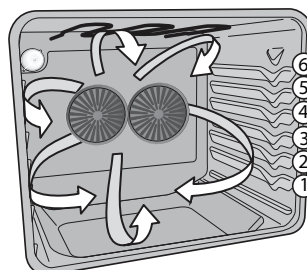

Figure 15 : Positions des grilles
- Pour obtenir des résultats optimaux lorsque vous utilisez deux grilles pour la cuisson de gâteaux, placez la grille plate en position 5 et la grille surbaissée en position 1 (Voir Figure 15).